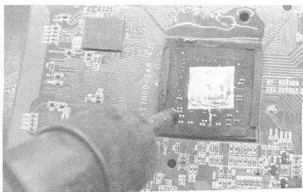

图 4-30 注入焊膏
(4) 风枪温度 300°C ，风速 5，对准 GPU 旋转加热，如图 4-30 所示。让焊膏慢慢融化，流入 GPU 下面。